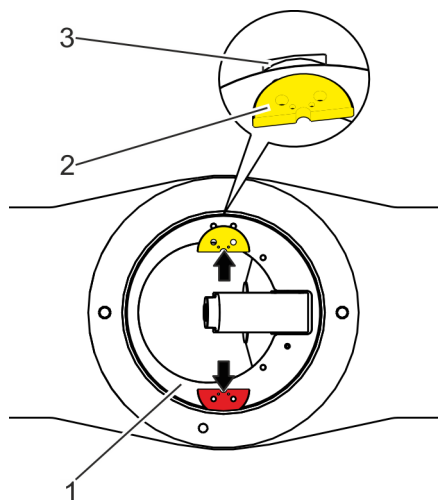
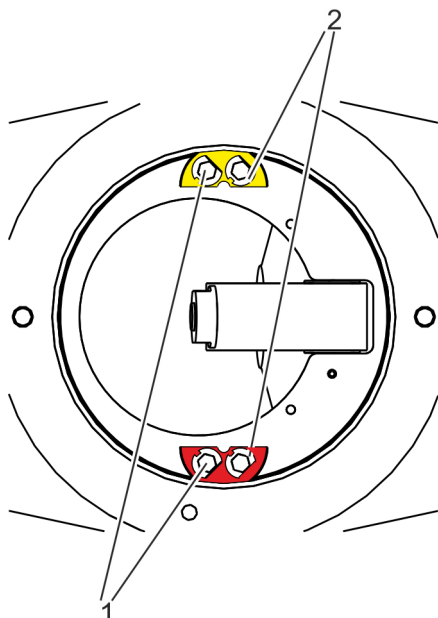

Fig. 18: Montar los discos de sujeción
Fig. 19: Fijar el anillo de sujeción
3. ➤ Coloque los discos de sujeción (Fig. 18/2) sobre el anillo de sujeción (Fig. 18/1) e insértelos en las ranuras (Fig. 18/3) del cuerpo de la válvula.
4. ➤ Fije los discos de sujeción (Fig. 18/2) al anillo de sujeción con arandelas (Fig. 19/2) y tornillos (Fig. 19/1).
5. ➤ Apriete los tornillos (Fig. 19/1) con el par de apriete previsto.
6. ➤ Doble los discos (Fig. 19/2) por un lado.
- ⇒ Los tornillos (Fig. 19/1) no se pueden soltar.